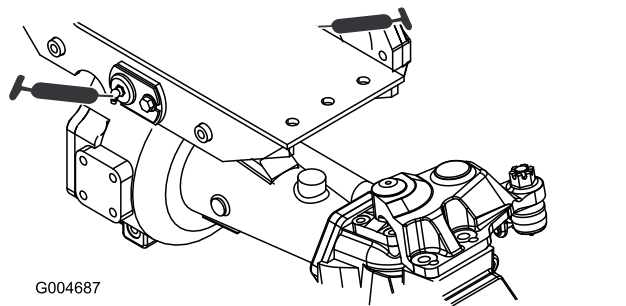

Figura 41
- Casquillos de los pivotes de los ejes delantero y trasero (2) (Figura 41).